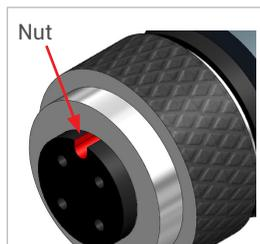

Abbildung 3
**Achtung:** Die Führungszapfen des Steckers des Datenkabels muss in die Nut des Steckers des Schnittstellenkabels eingreifen (*Abbildung 2* und *Abbildung 3*).